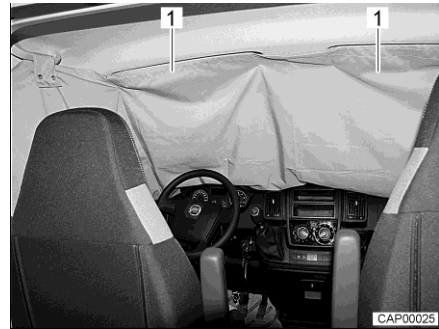

Bild 23 Fahrerhausverdunklung an Frontscheibe
- Taschen (Bild 23,1) der Fahrerhausverdunklung über die beiden Sonnenblenden schieben.